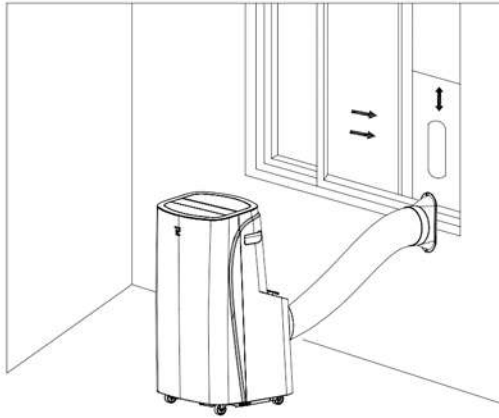
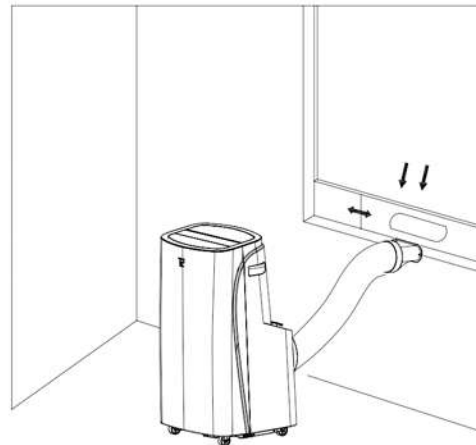

Abb. 5
Abb. 6
5.3.2 Lassen Sie das flache Ende des Abluftrohrs in das Loch der Fensterdichtung einrasten (siehe Abb. 5 und Abb. 6).